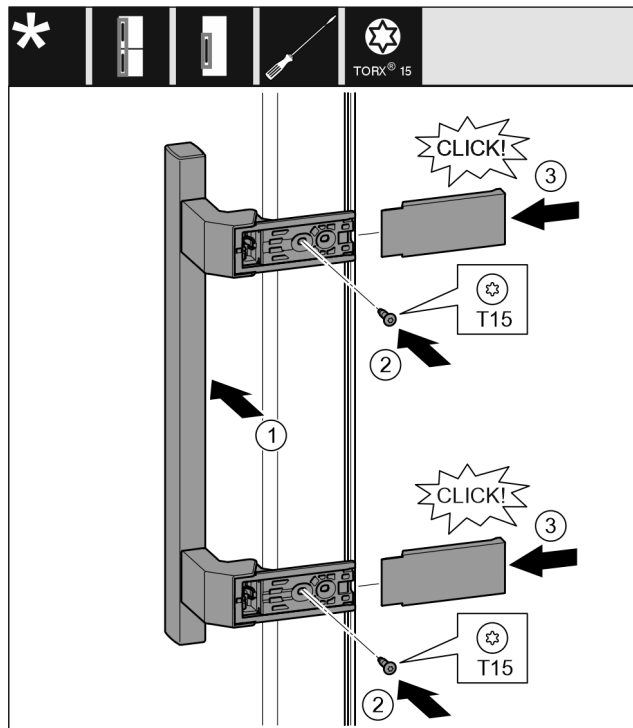

Fig. 40
- ▶ Встановіть ручку з протилежного боку. Fig. 40 (1)
- ▶ За допомогою викрутки T15 закрутіть гвинти. Fig. 40 (2)
- ▶ Встановіть збоку кришки і посуньте їх. Fig. 40 (3)